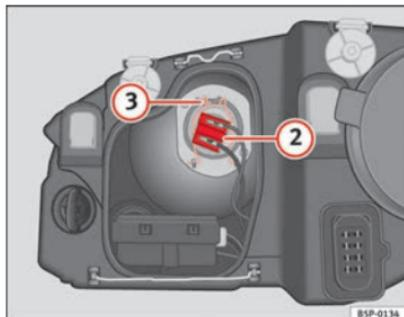

Abb. 191 Abblendlicht
- Ziehen Sie den Stecker ⇒ Abb. 191 ② von der Lampe ab.
- Nehmen Sie die Haltefeder ⇒ Abb. 191 ③ durch Eindrücken und Rechtsdrehung ab.